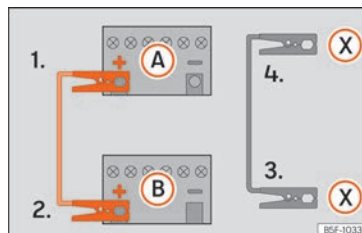

Fig. 82 Schéma de branchement pour les véhicules équipés du système Start-Stop.
- 4b. *Sur les véhicules avec système Start-Stop* : raccordez une extrémité du câble d'urgence *noir* **(X)** à une borne de mise à la terre appropriée, à une pièce métallique massive vissée au bloc-moteur, ou au bloc-moteur lui-même » fig. 82.